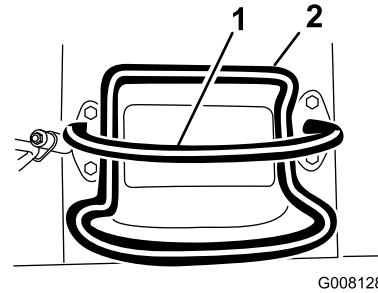
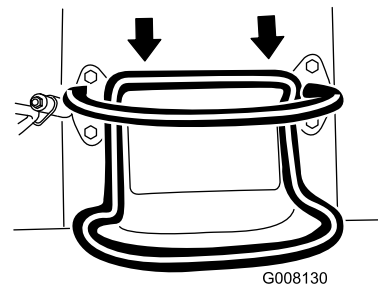

Figure 8
Figure 10
- Pour vous déplacer en marche arrière, tirez la commande de déplacement en arrière (Figure 10). **Regardez derrière vous lorsque vous faites marche arrière et gardez toujours les mains sur la barre de référence (Figure 8).**
- Pour arrêter la machine, relâchez la commande de déplacement (Figure 8).